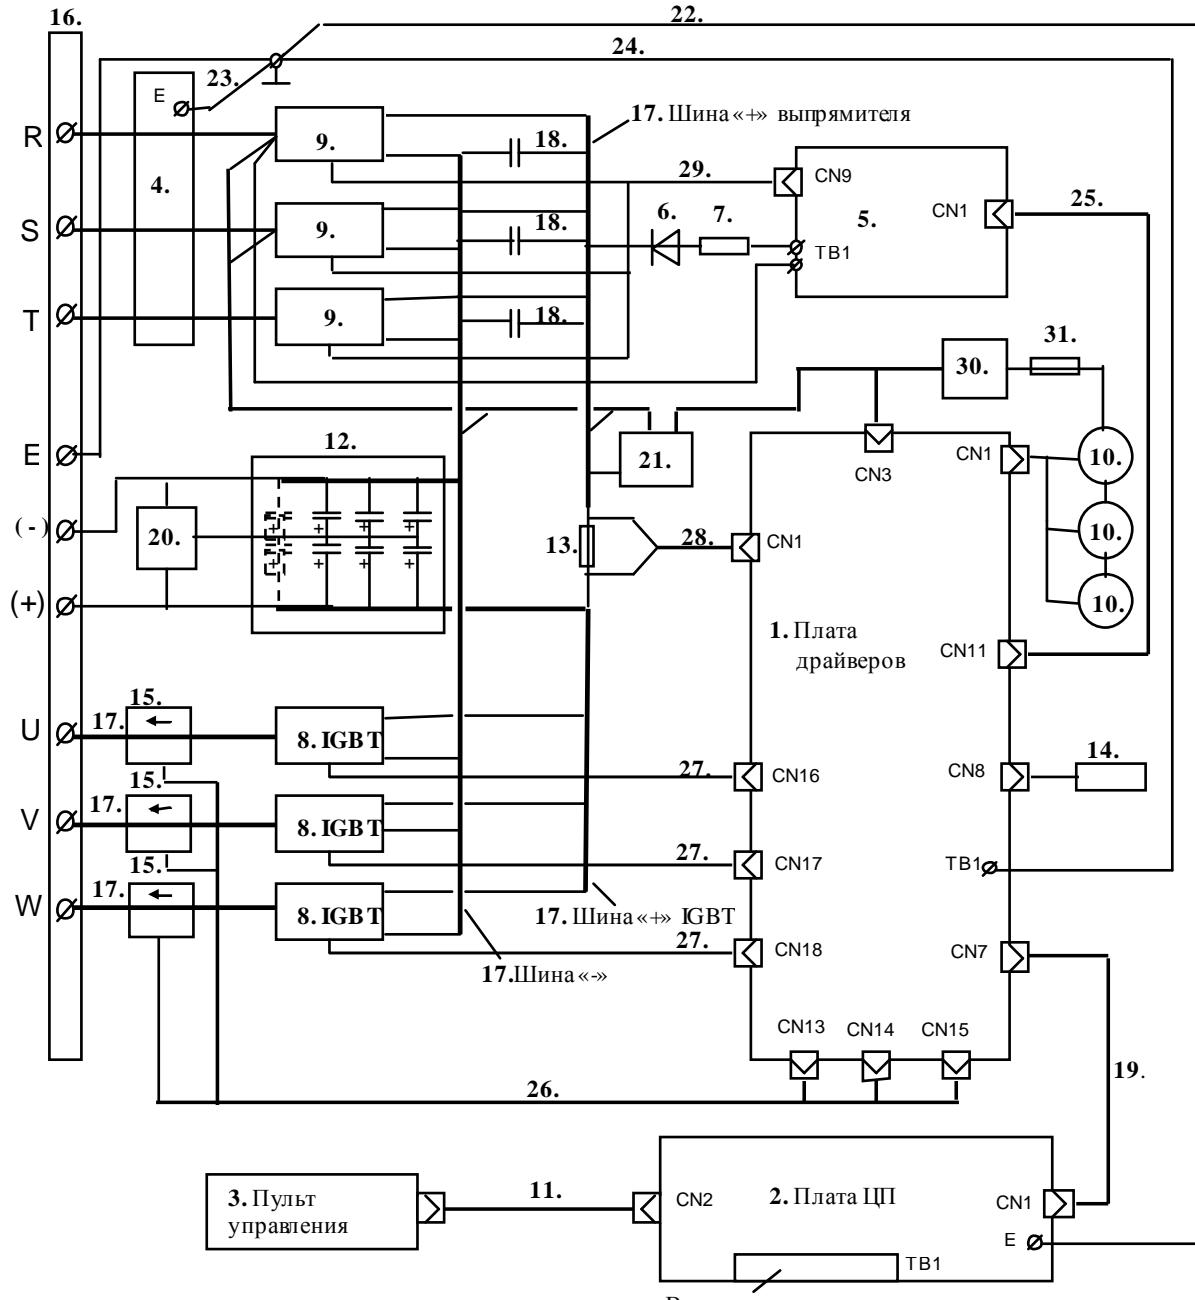

Рис. 4.2. Блок-схема преобразователя частоты EI-9011-075H, -100H
4.4. Фотографии сменных узлов, входящих в состав преобразователей частоты ЕІ-9011-075Н, -100Н, приведены в табл. 4.1. (порядковые номера соответствуют рис. 4.2).